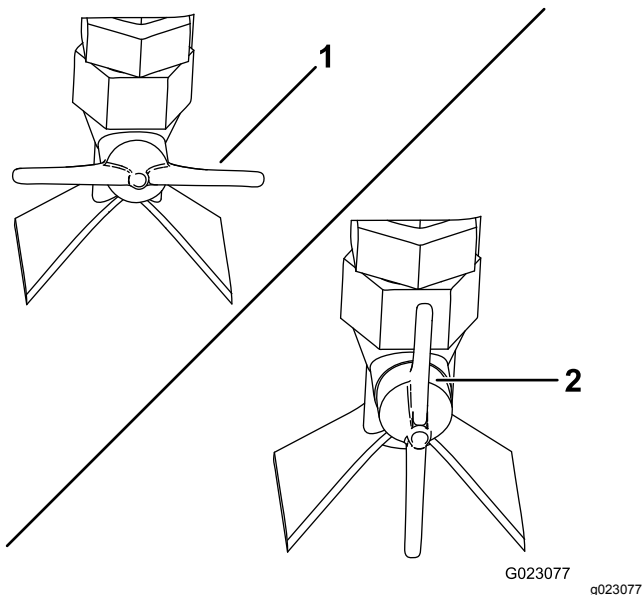

**Bild 63**
- Fächerförmiger Strahl: Stellen Sie das Sprühventil an der Seite der Düse waagrecht (Bild 63).
- Strahl: Stellen Sie das Sprühventil an der Seite der Düse senkrecht (Bild 63).